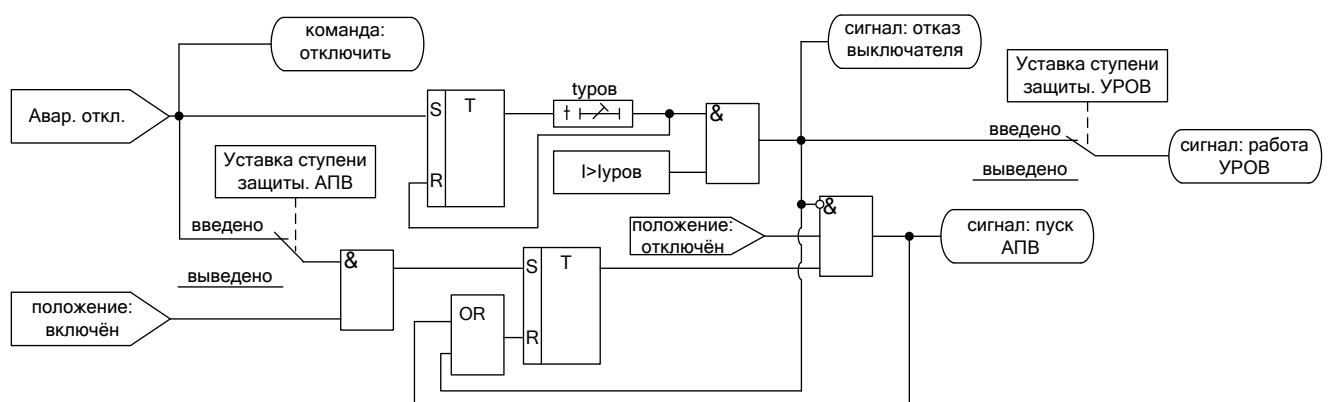

Рисунок 5.5 – Логика работы MP801 при аварийном отключении.
1. Выдаётся команда «отключить» (рисунок 5.5).